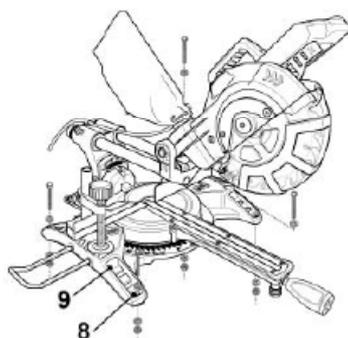

Fig. 12
- > Sur les coins de la base [9], vous trouverez des trous de montage [8] permettant de monter l'appareil sur un plan de travail. Placez l'appareil sur un établi ou un plan de travail plat et horizontal, et fixez-le avec 4 boulons (non fournis). (Fig. 12)